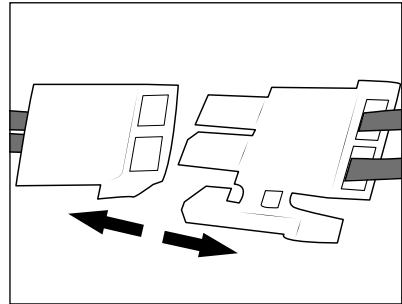

Afb. 16
- 1) Draai de beide schroeven van de klep van het accuvak **26** (zie afb. 16) aan de onderkant van het apparaat los met een kruiskopschroevendraaier en haal ze uit het apparaat. Haal de klep van het accuvak **26** van het apparaat af.